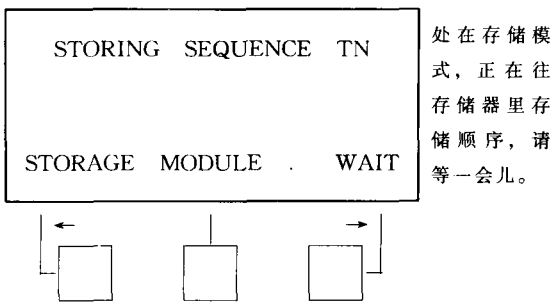

图 10
② 它能提示操作者，仪器内部正在运作中请等一等再操作。见图 10。